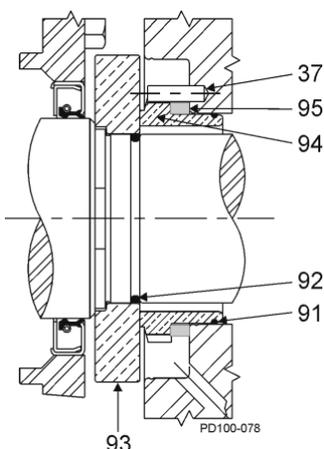

Ilustración 68. Sello mecánico sencillo
1. Lubrique la junta tórica del eje (Ilustración 68, elemento 92) con un compuesto lubricante compatible con el material de la junta tórica y el fluido o fluidos del proceso. Coloque la junta tórica en el eje.